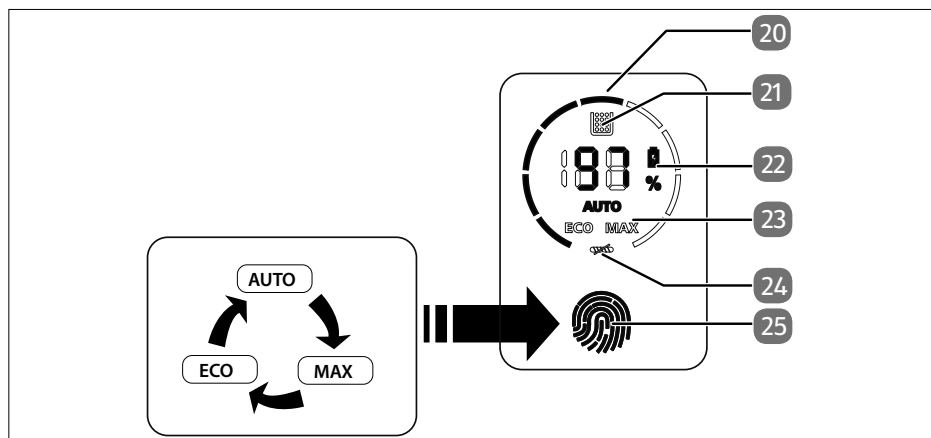

Fig. 2 – Comandi
2. Per accendere l'aspirapolvere, premere e tenere premuto l'interruttore On/Off (21). Bloccare l'interruttore On/Off premendo il pulsante di blocco (22).
4. Toccare il campo (20) per impostare la modalità di funzionamento **Auto**, **Max** o **Eco** (vedere Fig. 2).